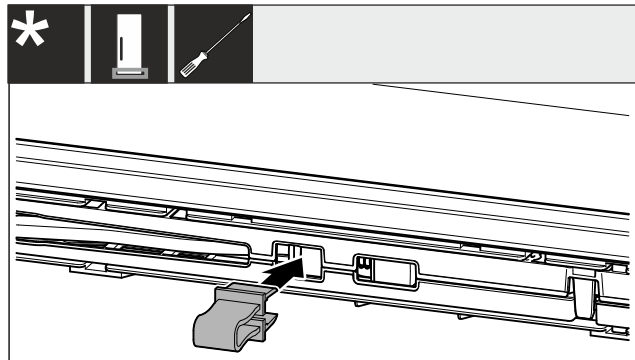

Fig. 4
- ▶ Klik sikringen ind i åbningen Fig. 4 ()